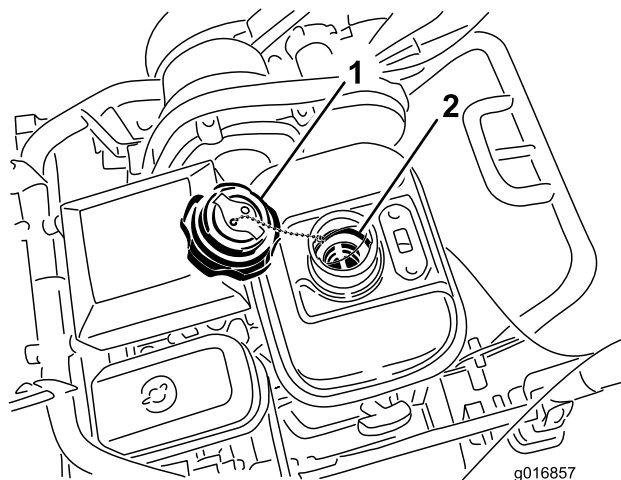

Figura 38
3. Desenrosque y retire el tapón del depósito de combustible (Figura 38).